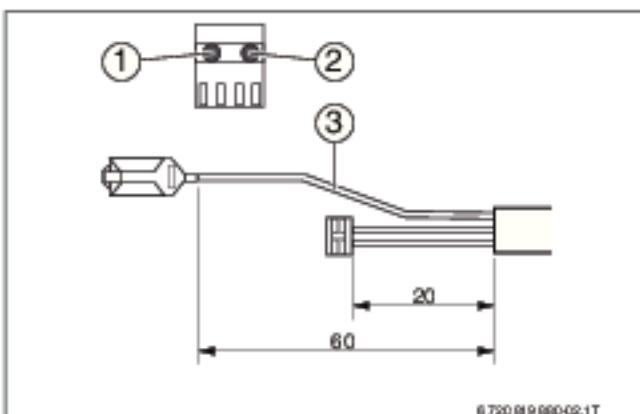

Рис. 19 Подключение насосов горячей воды и системы отопления
- ▶ Отсоедините провод запального электрода [→ Рис. 19, [1]].
- ▶ Снимите заднюю крышку блока управления [→ Рис. 19, [2]].
- ▶ Укоротите провода «фазы» и «нуль» таким образом, чтобы провод заземления был длиннее [→ рис. 19].
- ▶ С помощью обжимного инструмента закрепите коннектор насоса на проводах «фазы» и «нуль» [→ рис. 19].